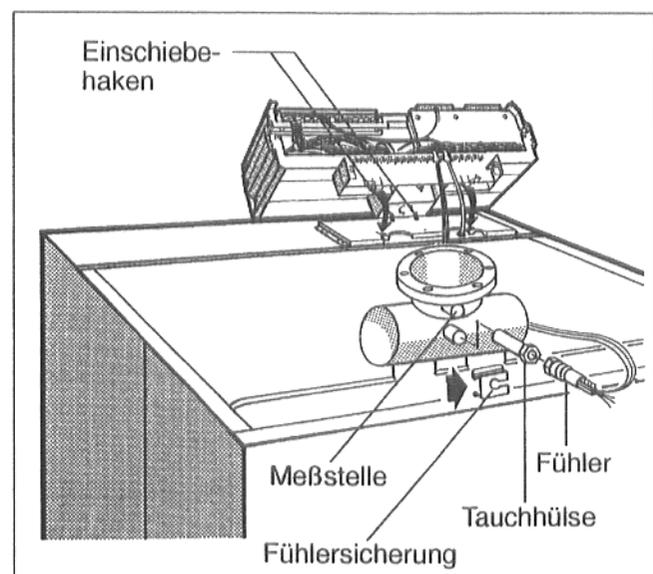

Abb. 52
- Fühlersicherung auf den Tauchhülsenkopf aufschieben (Abb. 52).
- Regelgerät aufsetzen (Abb. 52). Regelgerät vorne mit den Einschiebehaken in die ovalen Bohrungen des Adapterbleches einsetzen. Regelgerät nach vorne ziehen und anschließend nach hinten abkippen. Die elastischen Haken müssen hinten in den rechteckigen Öffnungen des Adapterbleches einrasten.